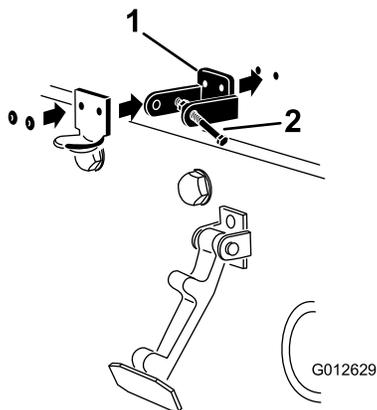

Bild 5
5. Nieten Sie die Halterungen und Scheiben an die Haube (Bild 5).